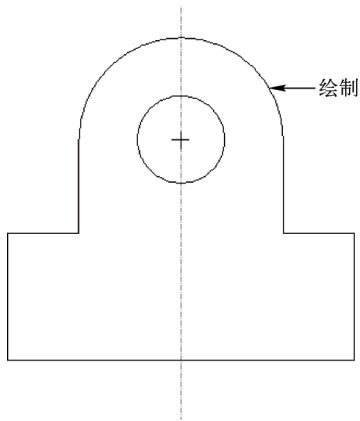

图 2-52 通过“圆心 and 端点”绘制圆弧
STEP 04 在绘图区中左上角的端点处单击鼠标左键, 确认起始点, 移动鼠标指针至右上角的端点处并单击鼠标左键, 确认终点, 单击鼠标中键, 即可通过“圆心和端点”绘制圆弧, 效果如图 2-52 所示。